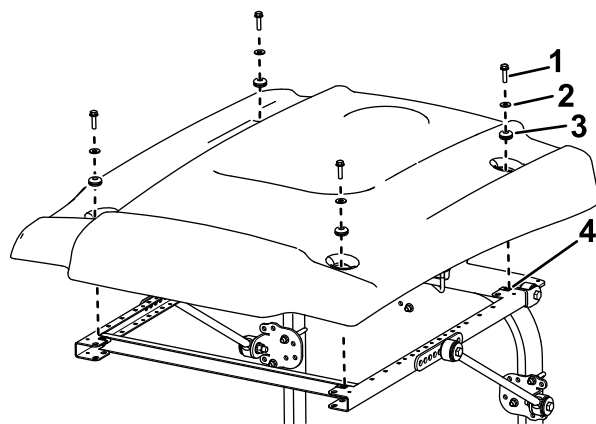

Рисунок 28
15. Выравнивая монтажные отверстия, расположите солнцезащитный навес на раме, как показано на Рисунок 28.
16. Установите каждый угол солнцезащитного навеса на раму с помощью болта с фланцевой головкой (5/16 x 1 дюйм), малой шайбы и уплотнительной втулки, не затягивая их (Рисунок 28).